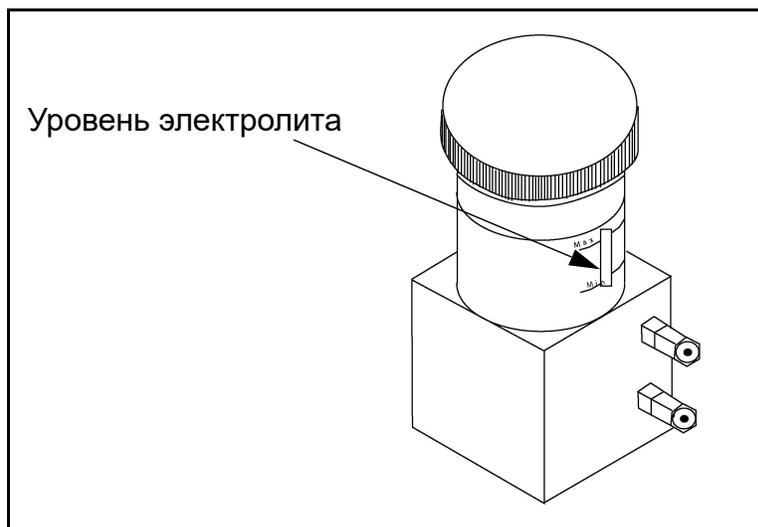

Рис. 7: Уровень электролита у датчика кислорода Delta F
Датчик кислорода Delta F можно заказать с разным типом монтажного кожуха. Однако сам датчик всегда выглядит так, как показано на *Рис. 7* ниже.
3. Проверьте уровень электролита в окне мин./макс. уровня датчика кислорода. Электролит должен заполнять окно приблизительно на 60 % (см. *Рис. 7 на стр. 12*). Теперь датчик готов для подсоединения к газопроводу.